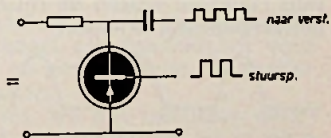

Fig. 3 Schakeling fotochopper.
b) fotochopper (fig. 3); deze voldeed ook niet omdat de CdS-weerstanden te traag waren om de gewenste frequentie te verkrijgen (50 Hz).